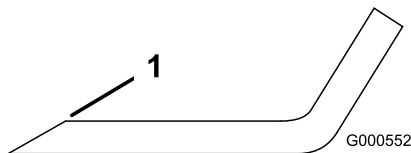

Figura 51
- Utilice una lima para afilar el filo de corte en ambos extremos de la cuchilla (Figura 51).
Nota: Si la cuchilla no está equilibrada, rebaje algo el metal en la parte de la vela solamente con una lima (Figura 51).